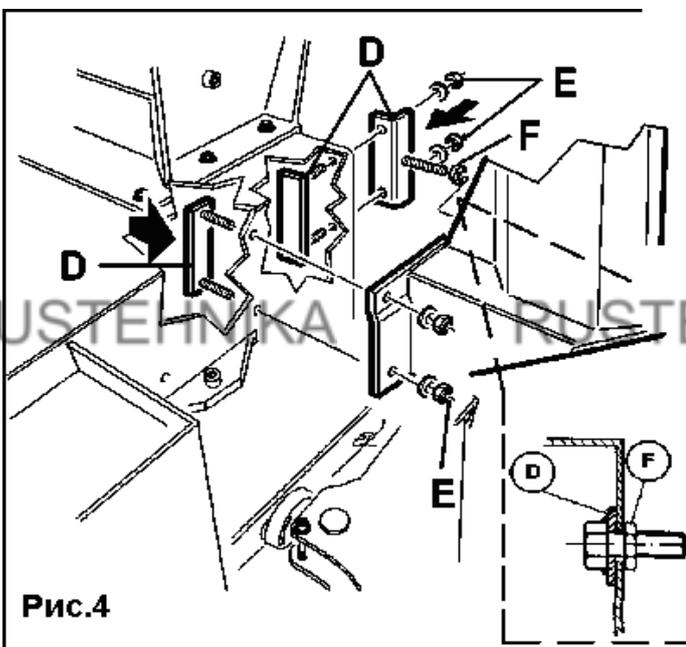

Рис.4
С помощью гаек М10 прикрутите планки и уголки крепления (D) через соответствующие отверстия в корпусе станка (Рис.4).